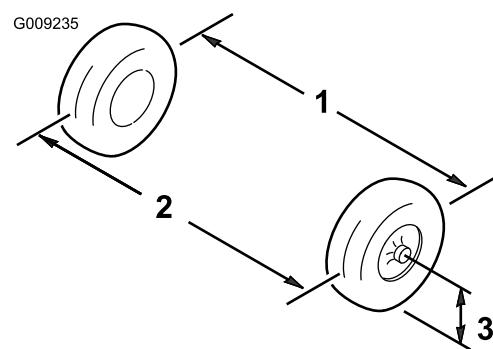

Рисунок 57
- Измерьте расстояние между обеими передними шинами на уровне моста, с передней и задней стороны передних шин (Рисунок 57).